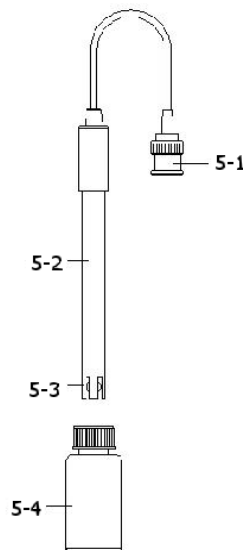

Fig. 2
- 2) Préparez l'électrode de pH (optionnel), introduisez la "prise de la sonde" (5-1, Fig. 2) dans la "prise d'entrée du pH/BNC" (3-16, Fig. 1).
- 4) Tenez le "Manche de l'électrode" (5-2, Fig. 2) d'une main et introduisez totalement "la tête du capteur" dans la solution à mesurer alors que vous bougez doucement l'électrode (5-3, Fig. 2).
Quand l'électrode ne s'utilisera plus, il faudra introduire "la tête de l'électrode" (5-3, Fig. 2) dans le "Boîtier de protection" (5-4, Fig. 2)
- 1) Préparez l'électrode de pH (optionnel), installez la "prise de la sonde" (5-1, Fig. 2) dans la "prise de pH/BNC" (3-16, Fig. 1).
- 4) Tenez le "Manche de l'électrode" (5-2, Fig. 2) d'une main et introduisez totalement "la tête du capteur" dans la solution à mesurer pendant que vous bougez doucement l'électrode (5-3, Fig. 2). La valeur du pH apparaîtra sur l'écran.